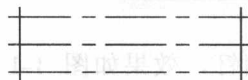

图 1-8 偏移处理
(8) 在命令行中输入 **OFFSET** 命令，选择水平中心线，将其分别向上和向下偏移 15；重复执行 **OFFSET** 命令，选择垂直线向右偏移 120，效果如图 1-8 所示。